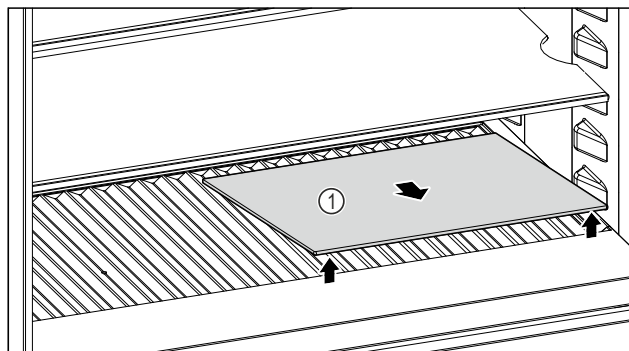

Fig. 206
- Скористайтесь пазом спереду, щоб підняти скляну полицю Fig. 206 (1) і вийняти її.
- Безпечно зберігайте скляну полицю Fig. 206 (1) за межами пристрою.